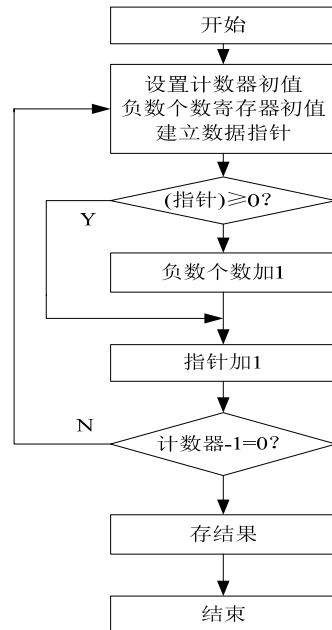

图1-3-1 程序流程图
(1) 根据题目要求，画出程序流程图如图 1-3-1，并编写程序。
(2) 编辑源文件 (编辑过程参见附录中的建立与修改源文件)，设此时源文件已建立在磁盘上，文件名：FNUM. ASM